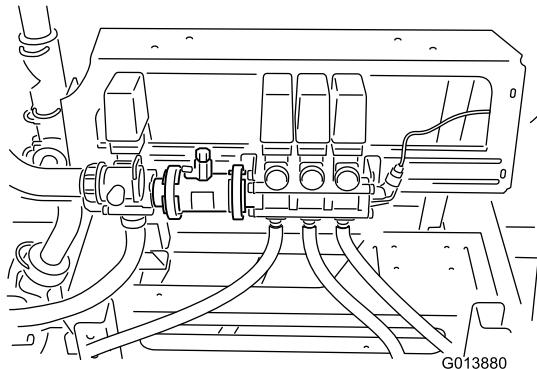

図 7
F. ブームバルブ・アセンブリを、注意深く元の位置に戻す(フローメータのボディと面一)(図 7)。